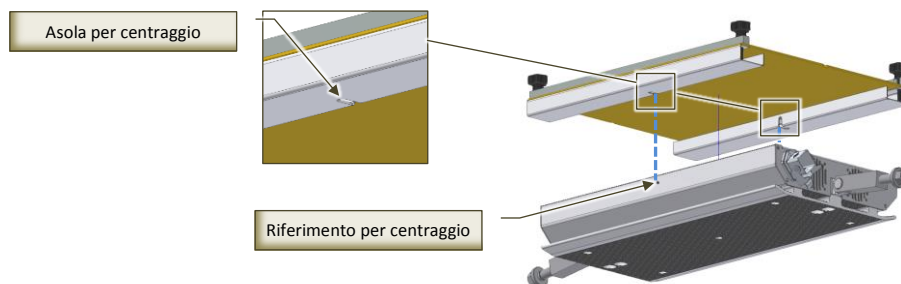

Fig. 7-10 - Posizionamento piastra di giunzione su piastra inferiore pressa
- Posizionare la piastra di giunzione sulla piastra inferiore della pressa (Fig. 7-10): le asole della piastra di giunzione si devono inserire perfettamente nei riferimenti della piastra inferiore della pressa;